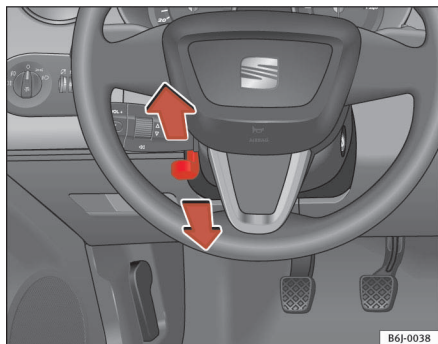

Fig. 91 Réglage en hauteur du volant
- Poussez le levier ⇒ fig. 91 situé sous la colonne de direction vers le bas ⇒ ⚠.
- Réglez le volant jusqu'à ce que vous obteniez la position souhaitée ⇒ fig. 91.
- Réglez le siège du conducteur ou le volant de sorte que la distance entre celui-ci et votre thorax soit au moins de 25 cm ⇒ fig. 91. Si vous ne respectez pas cette distance minimale, le système d'airbags est dans l'incapacité de vous protéger – danger de mort !